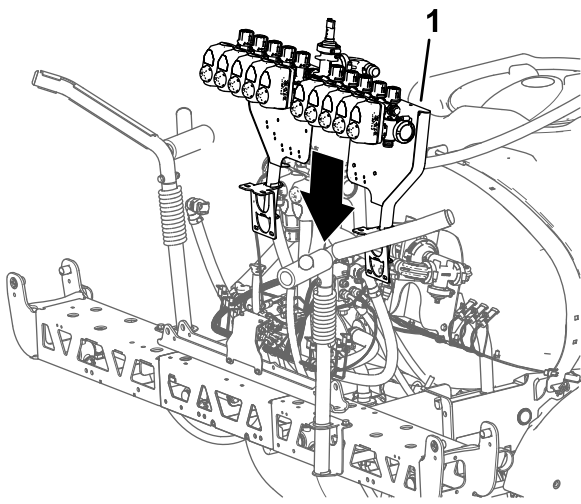

Рисунок 109
1. Используя подъемное оборудование с указанной грузоподъемностью, поднимите опору крепления клапанов и клапаны в сборе опрыскивателя и выровняйте их над средней секцией опрыскивателя (Рисунок 109).